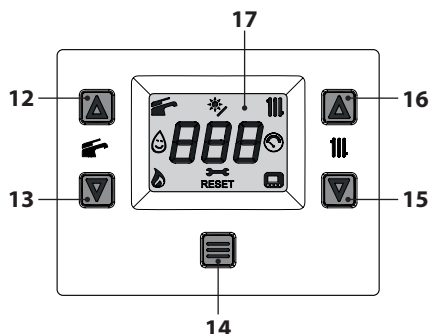
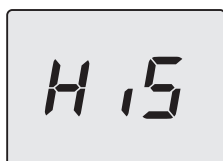

Figura 7.3
Figura 7.4
- Entrare in "modalità programmazione" premendo contemporaneamente per 5 secondi i tasti 13 e 15 (Figura 7.3) fino a far apparire sul display LCD le lettere **HIS** che indicano il menu "Storico delle caldaia" (Figura 7.4).